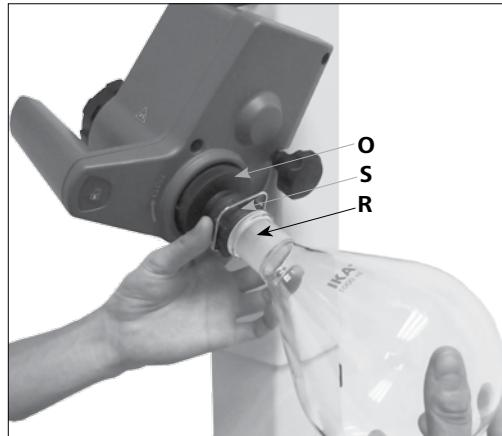

Fig. 15a
- Наденьте испарительную колбу на паровую трубку (**R**). (Fig. 15a)